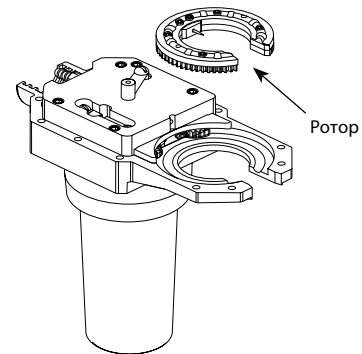

Рисунок 33. Снятие ротора
7. Извлеките ротор из половины корпуса сварочной головки с двигателем. См. рисунок 33.